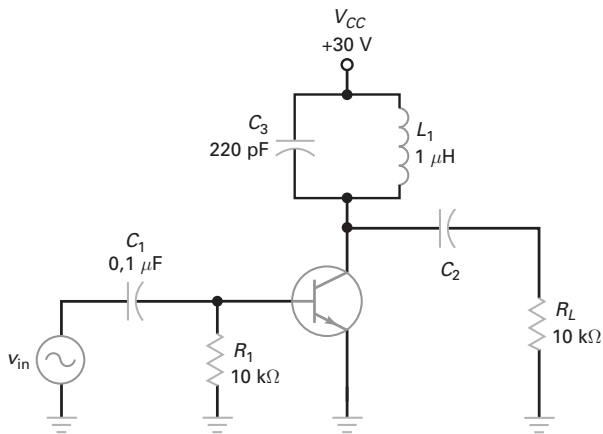

Figura 10-44
- 10-34** **III MultiSim** Se a tensão na entrada for igual a 5 V rms na Figura 10-44, qual é a tensão de pico a pico na entrada? Se a tensão CC entre a base o terra fosse medida, que valor o DMM indicaria?
10-35 **III MultiSim** Qual é a frequência de ressonância na Figura 10-44?
10-36 **III MultiSim** Se a indutância for duplicada na Figura 10-44, qual é a frequência de ressonância?
10-37 **III MultiSim** Qual é a ressonância na Figura 10-44 se a capacitância C_3 for trocada para 100 pF?
- 10-38** Se o amplificador classe C na Figura 10-44 tiver uma potência de saída de 11 mW e uma potência de entrada de 50 μW, qual é o ganho de potência?
10-39 Qual é a potência de saída na Figura 10-44 se a tensão na saída for de 50 V pico a pico?
10-40 Qual é a potência CA máxima na saída na Figura 10-44?
10-41 Se o dreno de corrente na Figura 10-44 for de 0,5 mA, qual é a potência CC na entrada?
10-42 Qual é a eficiência na Figura 10-44 se o dreno de corrente é de 0,4 mA e a tensão na saída de 30 V pico a pico?
10-43 Se o fator Q do indutor for de 125 na Figura 10-44, qual é a largura da banda do amplificador?
10-44 Qual é o pior caso para a dissipação de potência do transistor na Figura 10-44 ($Q = 125$)?
10-45 Um 2N3904 é usado na Figura 10-44. Se o circuito funciona em uma temperatura ambiente que varia na faixa de 0 a 100°C, qual é a potência nominal máxima do transistor no pior caso?